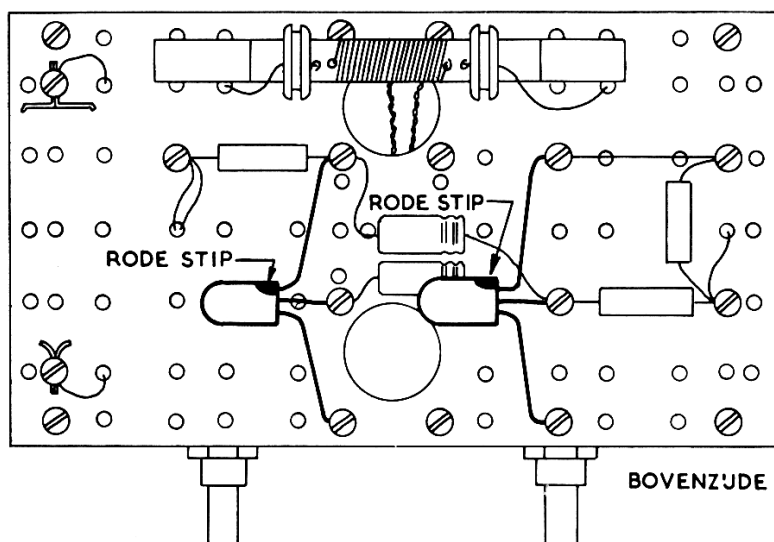

Fig. B46
34. Sluit de twee transistors aan, zoals in fig. B46 is getekend. Verkeerde aansluiting kan schadelijk zijn voor de transistors!